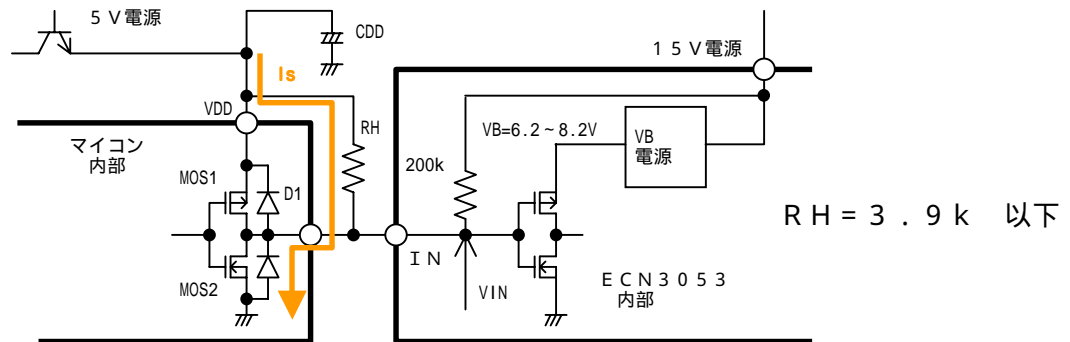
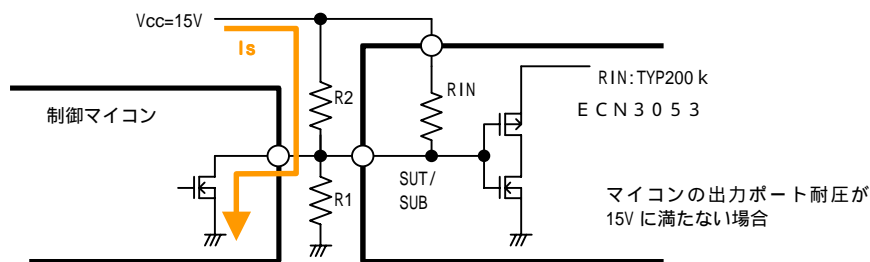

図2．マイコン直結の場合の入力端子プルアップ
図3．マイコン直結の場合の入力端子分圧器抵抗付加
- 6個の入力端子は、IC内部でVccにプルアップ(TYP. 200k)されています。ECN3053をマイコン直結で使用される場合、マイコン出力ポートの耐圧およびラッチアップ防止のため、6個の入力端子に図2のプルアップ抵抗RHが必要です。
- 図2に示した入力端子プルアップの場合、マイコン出力電圧がLのとき抵抗RHを通して電流が流れることになり、この電流が $I_s = 1\text{mA}$ 以上となります。これを避ける方法の一つに、RH抵抗の代わりに図3に示すような分圧抵抗器R1, R2の付加が考えられます。一例として $R_2 = 22\text{k}$ 、 $R_1 = 10\text{k}$ と選んだ場合、 $I_s = 0.68\text{mA}$ となります。